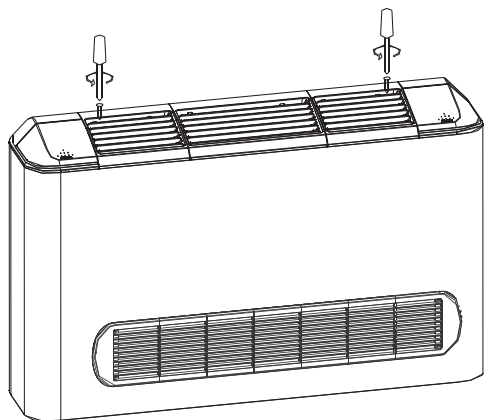

рис. 1
- 1) Снимите наружную крышку термостата (рис. 1).